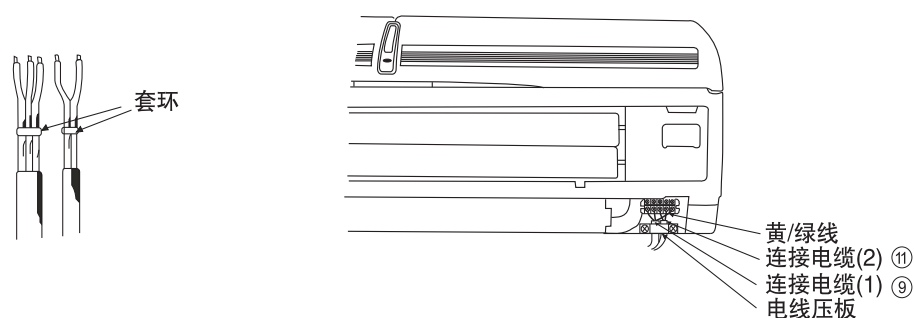
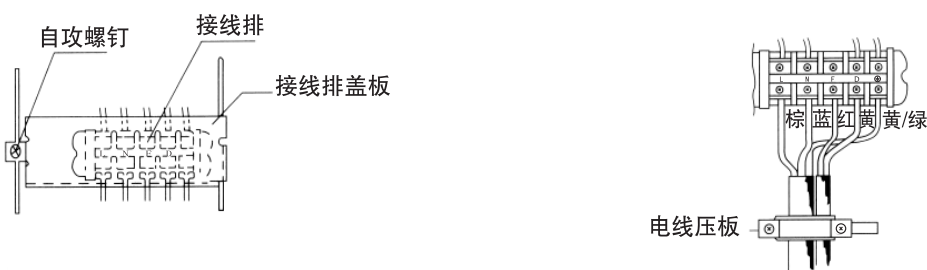

图16
图17
(2) 电线连接顺序
- 分别按不同的线色充分插入相应规定的端子孔内并牢固定，如图16及图17所示。（紧固力矩 $5\text{kgf} \cdot \text{cm}$ ）
- 如图17，将连接电缆用风室下沿的电线压板压紧以防止接线端子受力后脱落。